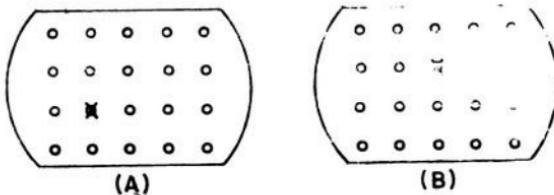

figura 5-5 - movimento R-U na tela (A) antes (B) depois.
quais são obtidos pela combinação de duas direções; a figura 5-5 mostra um movimento oblíquo resultante do deslocamento para a direita (R) e para cima (U).